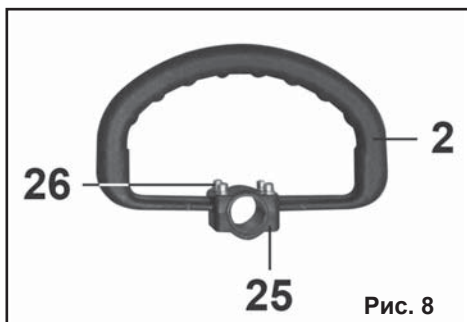

Рис. 8
6.3.1. Выкрутите четыре болта (26) шестигранным ключом (И) из комплекта поставки (Рис. 8).